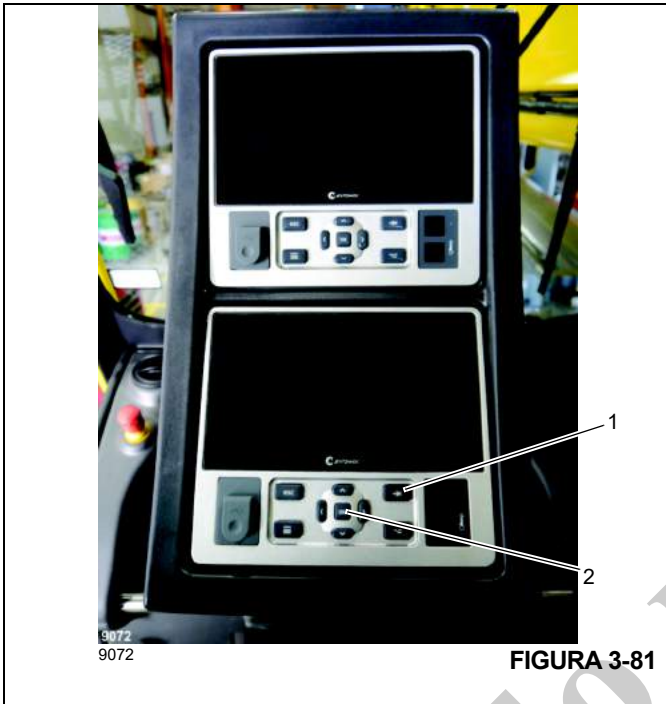

FIGURA 3-81
**NOTA:** La alarma sonora puede cancelarse pulsando el botón de tabulación en la pantalla. Consulte el artículo 1 en la (Figura 3-81). Puede anularse solamente cuando la pluma deje de moverse. Cuando el sistema de control detecte nuevamente el movimiento de la pluma, la alarma audible se reactivará.